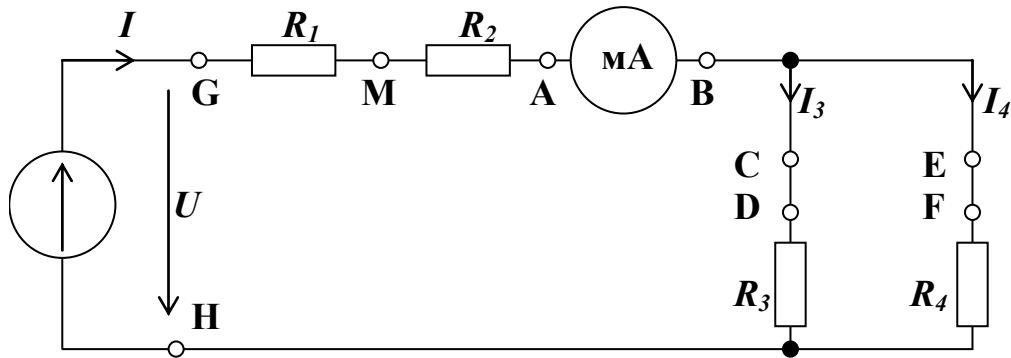

Рис. 2.8
- Соберите цепь согласно схеме (рис. 2.8), вставив переключки между точками А-В, С-Д и Е-Ф. Подайте на вход цепи постоянное напряжение U .